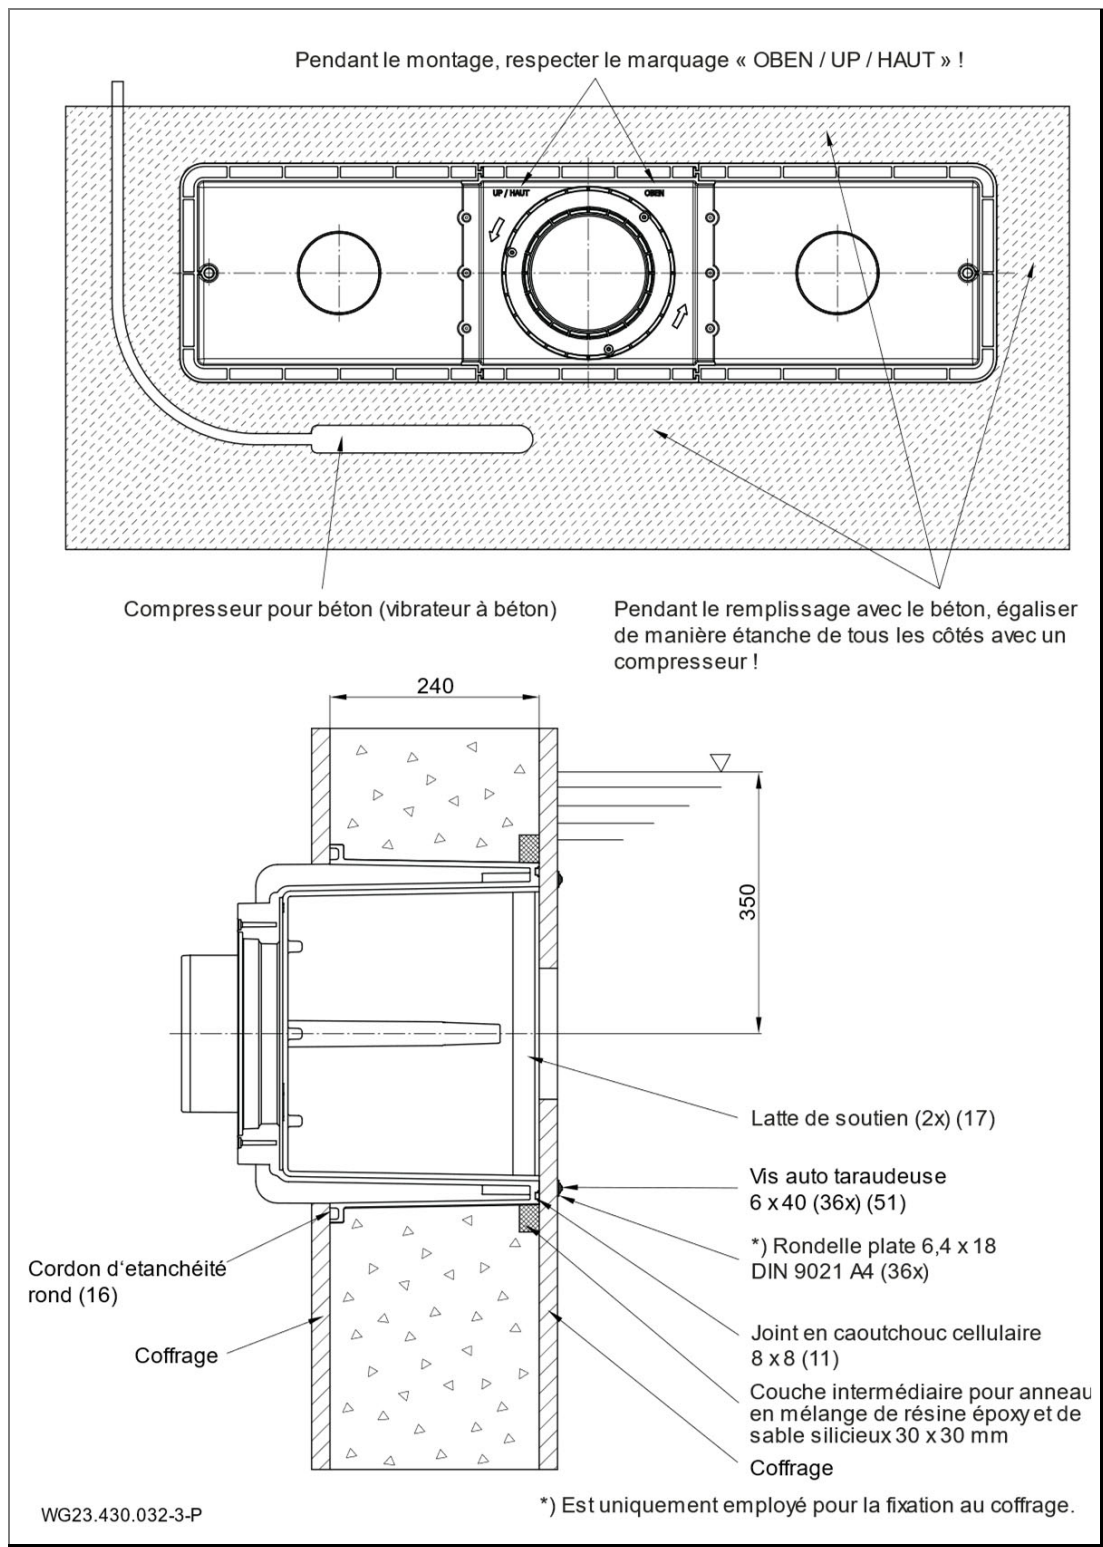

Fig. 5
Pour l'étanchement par rapport au mur en béton, il est recommandé de créer un anneau en résine époxy / sable silicieux sur tout le pourtour de la paroi extérieure côté bassin du boîtier (1). Voir "Fig. 5", page 22